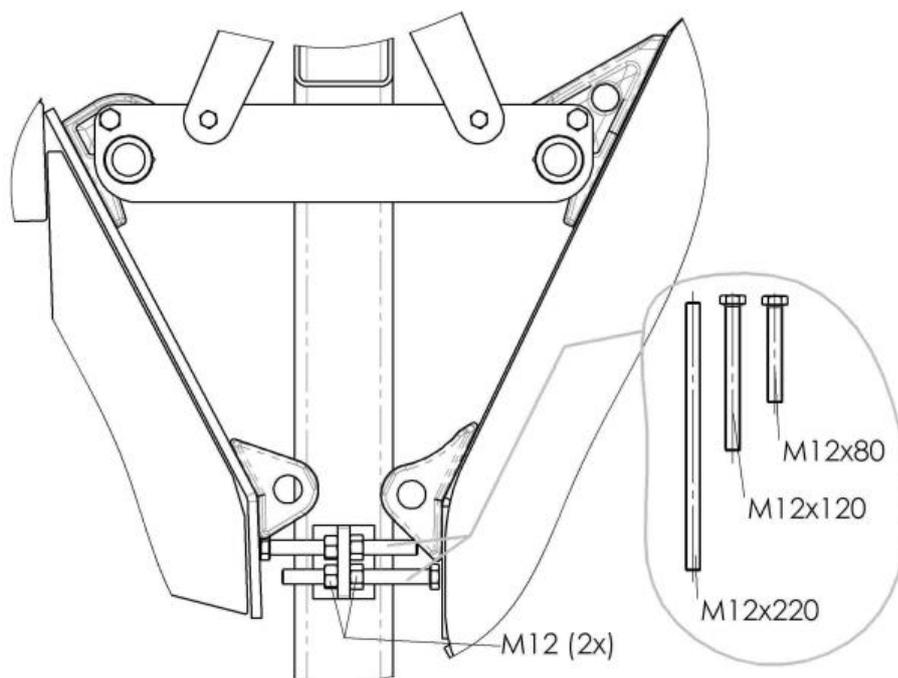

Figura 4 - Regolazione dell'inclinazione dell'attrezzo con viti di arresto
- c. Tipi diversi di attrezzi possono richiedere inclinazioni differenti della sponda posteriore. A tale scopo nella dotazione del supporto sono incluse varie viti e staffe filettate (Figura 4). Per ciascun tipo di attrezzo è possibile scegliere una lunghezza di vite di arresto differente, idonea per orientare in senso orizzontale l'attrezzo. Ciò significa ad esempio che per una pinza andranno utilizzate le viti M12x80, mentre per una forca con trattenitore sarà necessaria la barra filettata di arresto. Tutte le viti di arresto sono munite di due controdadi e vanno avvitate alla ganascia del supporto per attrezzi. Vanno regolate in modo tale che l'attrezzo appeso penda da entrambe le viti di arresto.